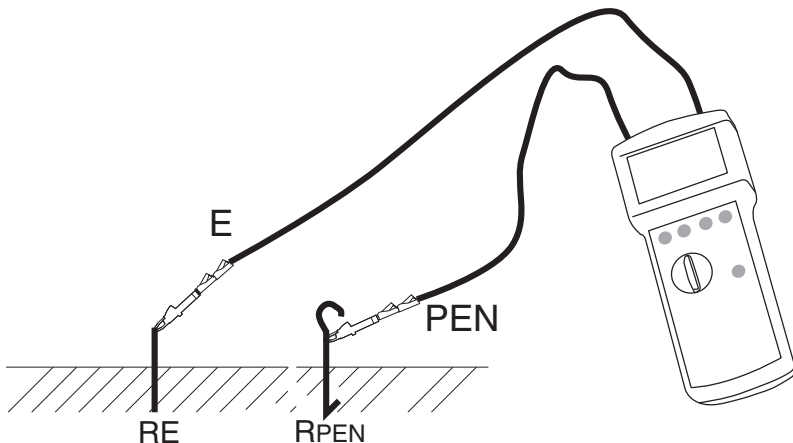

Ilustración 3: Principio de medición, medición con dos polos:
- 1) Conecte el conductor de tierra a medir con el casquillo (E) y el conductor de tierra conocido con el casquillo (H), véase también la ilustración 3.
- 2) Gire el interruptor selector de medición (13) a la posición "2 pol".
- 3) Seleccione la tensión de contacto con la tecla "UL" (11).
- 4) Si lo desea, elija la selección de frecuencia manual con la tecla "auto/man" (16) y la frecuencia de medición con la tecla "f1/f2" (12).
- 5) Pulse la tecla "Start" (14).
- Tras la realización de la medición, mediante la tecla "Display" (17) se podrá elegir entre las indicaciones para resistencia de puesta a tierra y corriente de medición (I_M).